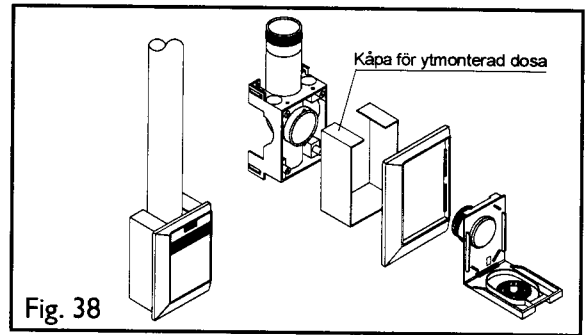
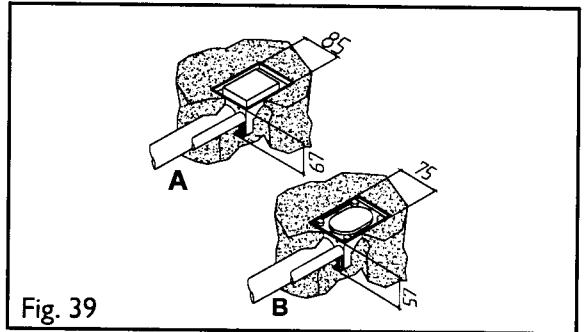

Fig. 38
Fig. 39
- C Ytmontering (sid. 12, fig. 38)
Vid utanpåliggande montering av rörsystemet används montageställningen för ytmontering (extra tillbehör, art. nr 80219), se fig. 38.
A Montage för infälld ram (Fig. 39)
B Montage för utanpåliggande ram (Fig. 39)
Vid eftergjutnings- eller putsmetoden är det utrymme som behövs för sugdosan vid montering med infälld ram (fig. 39/A) 85x67 mm och vid montering med utanpåliggande ram (fig. 39/B) 75x57 mm. För dammröret och elrören räcker ett utrymme om 75x57 mm.
De horisontella rören dras i golvet i samband med golvjuttingen. Med tanke på byggnadsarbetet är det fördelaktigt att lägga sugdosorna så nära golvet som möjligt. Skydda de dammrör som stiger upp ur golvet under gjutningen och vägguppbbyggnaden. Borra ett vertikalt hål \varnothing ca 70 mm från golvet till sugdosan för dammröret, elröret och anslutningsböjen (fig. 39). Observera att även elröret för lågspänningsledningen skall få plats i hålet. Vid sugdosan borras ett \varnothing ca 50 mm hål för sugdosans lock och ev. förlängning (fig. 38). Se till att lågspänningsledningen dras fram till sugdosan. Ta hänsyn till att timret i väggarna kommer att röra sig något efter uppbyggnaden.